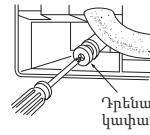

Fig. 3
- 4) Դրե՛ք դրենաժային կափարիչը ներքին բլոկի ետնամասի այն հատվածում, որտեղ պետք է կցովի դրենաժային ձկափողը: (Fig. 3)